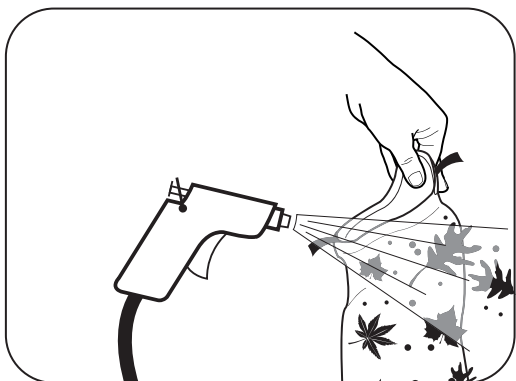

Figure 16. Rincer
5. En utilisant un tuyau avec de l'eau propre, rincer le sac du filtre pour enlever tous les débris (Figure 16).